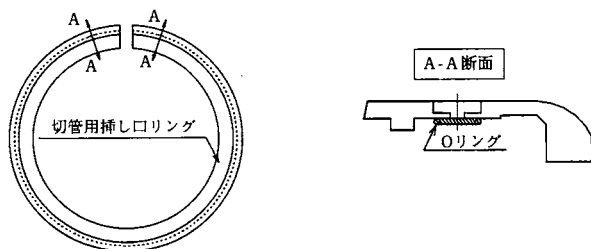

図56 切管用挿し口リング
- ① 切管用挿し口リング(図56)のねじ穴位置にOリング(2ヶ所)が付いていること、異物の付着がないことを確認する。Oリングが外れている場合は、シアノアクリレート系接着剤で取り付ける。
- ② 十字穴付きタッピンねじ(図56)にシールゴムが付いていることを確認する。